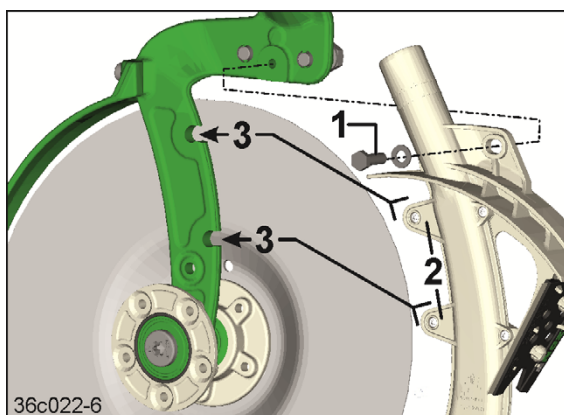

Рис. 227
1. Ослабьте винт с шестигранной головкой (Рис. 227/1).
2. Извлеките семяпровод (Рис. 227/2) из защиты от проворачивания (Рис. 227/3).